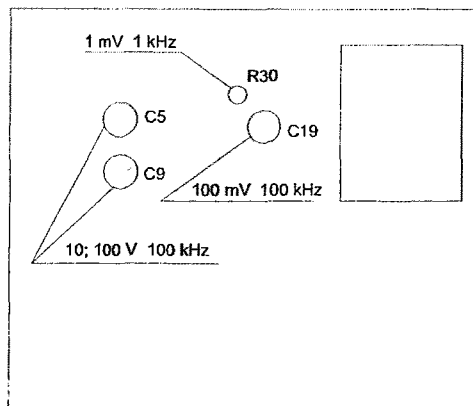

Рис. 11.1
11.4.2. Для проведения калибровки необходимо снять верхнюю крышку прибора, обеспечив доступ к элементам регулировки. Расположение элементов регулировки показано на рис.11.1.